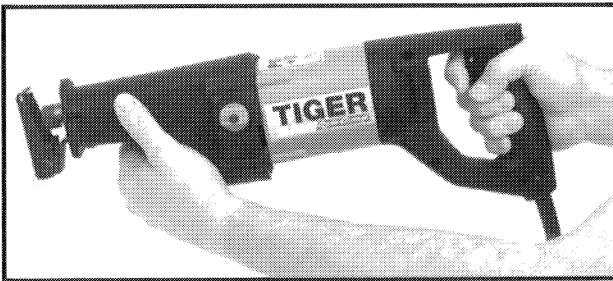

Fig. 1
1. **SIEMPRE** agarre la sierra como está ilustrado en la Fig. 1 para prevenir un choque eléctrico que puede ocurrir si usted corta un alambre vivo al cortar en una pared u otro lugar ciego.
**ADVERTENCIA:** PARA PREVENIR UN CHOQUE ELÉCTRICO ES PRECISO AGARRAR LA SIERRA COMO ESTÁ ILUSTRADO EN LA FIG. 1 Y TENER LA TAPA DE HULE (GOMA) DE LA CAJA DELANTERA EN BUEN ESTADO E INSTALADA CORRECTAMENTE.